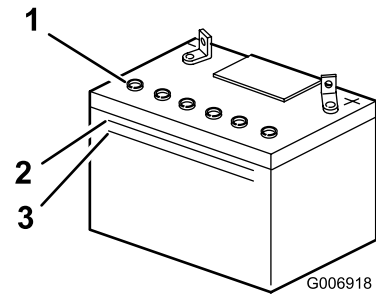

Bild 28
Hinweis: Der Säurestand darf nicht unter die untere Linie fallen (Bild 28).
3. Entfernen Sie die Entlüftungsdeckel von der Batterie (Bild 28).
4. Gießen Sie langsam destilliertes Wasser in jede Batteriezelle, bis der Säurestand die obere Linie (Bild 28) am Batteriegehäuse erreicht.
5. Warten Sie nach dem Füllen der Batteriezellen fünf bis zehn Minuten. Gießen Sie bei Bedarf destilliertes Wasser in jede Batteriezelle, bis der Säurestand die obere Linie (Bild 28) am Batteriegehäuse erreicht.